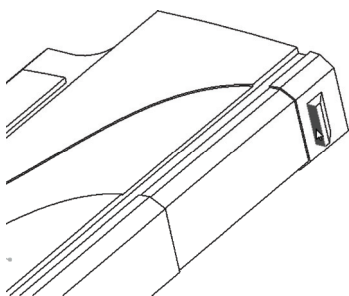
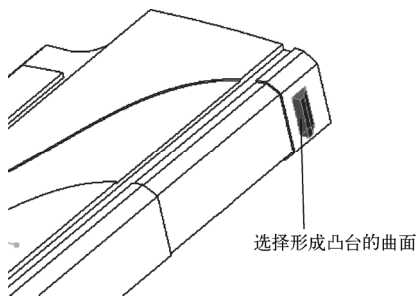

图 8-79 指定种子曲面
图 8-80 选择形成凸台的曲面
2) 在模型中选择图 8-79 所示的一个“扣位”的侧面作为种子曲面, 接着在“形状曲面选择”组中单击 (凸台) 按钮, 以选择形成凸台的曲面, 如图 8-80 所示。